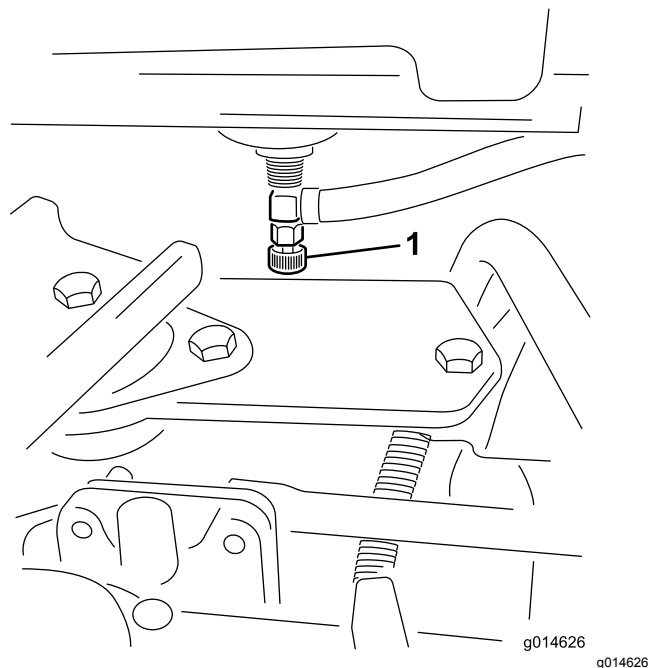

Figura 29
1. Chiudete la valvola di intercettazione del carburante (Figura 29) sotto il serbatoio del carburante.